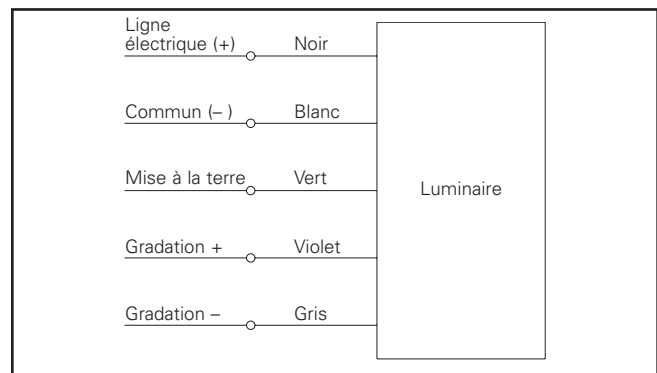

Figure 3.
3. Effectuez les raccords électriques dans une boîte de jonction pouvant être utilisée à l'extérieur. Utilisez des capuchons de connexion ou autres connecteurs approuvés pour le câblage du luminaire selon le schéma de câblage. (Figure 3.)